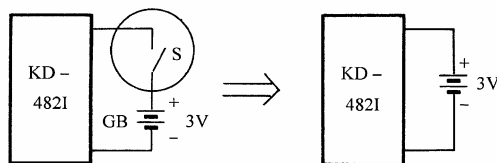

图 1-4
(4) 由于 KD-482I 的静态电流极小，仅为 $2 \sim 5 \mu A$ ，因此可以免去电源开关，使制作更加简便(见图 1-4)。